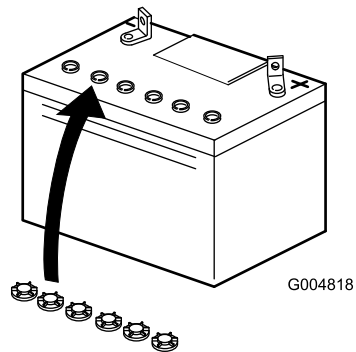

Figura 5
6. Montate i tappi di riempimento sulla batteria (Figura 5).